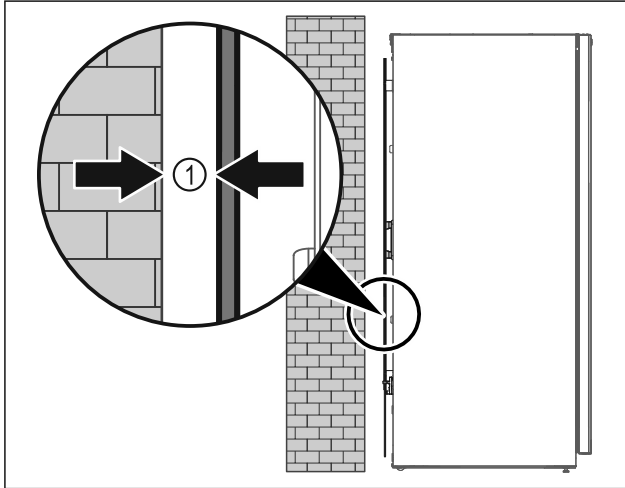

Fig. 8
► Gerät entweder frei im Raum oder direkt an einer Wand mit einem Mindestabstand von 5 mm Fig. 8 (1) aufstellen.